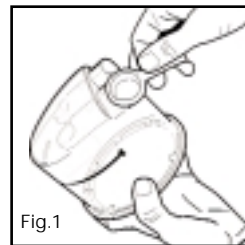

Fig.1
4. Verwijder de blauwe doppen en gooi ze weg (Fig.1).